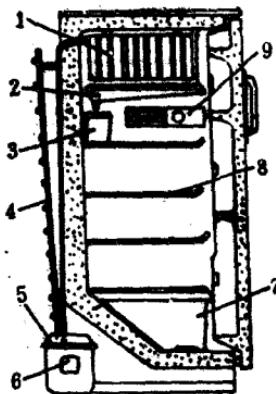

图2—1a 直冷式单门电
3. 间冷式电冰箱 这种电冰箱大都做成双温双门形式（图2—4和图2—5）。图2—4是将翅片管式蒸发器装在冷冻室和冷藏室中间的夹层中，利用小型轴流式风机，使箱